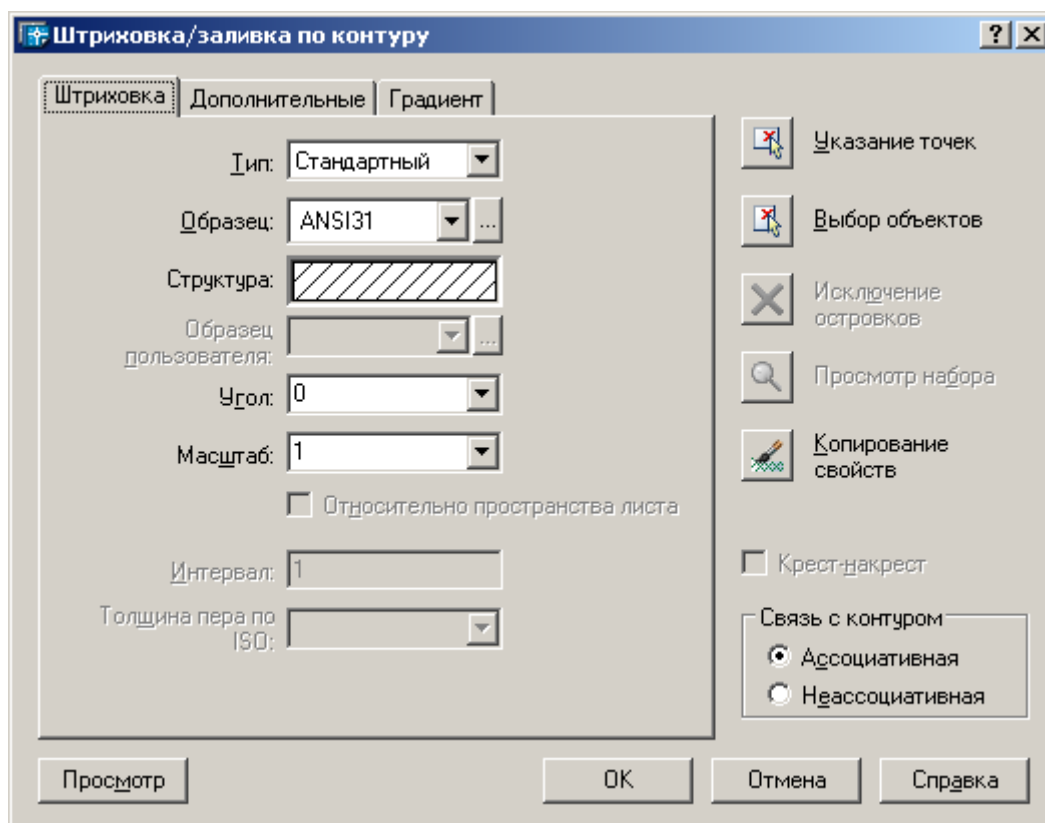

Рис.4. Діалогове вікно «**Штриховка/заливка по контуру**»
2. У діалоговому вікні «**Штриховка/заливка по контуру**» (рис.4) натиснути кнопку «**Указание точек**».